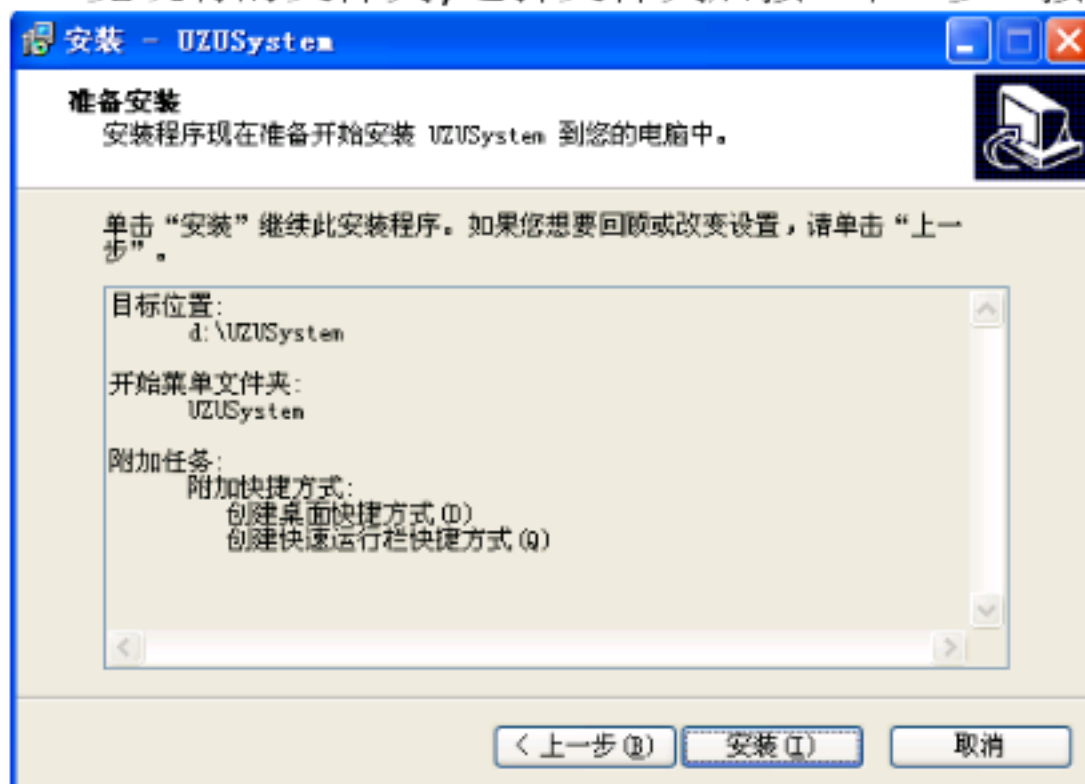

图 18 准备安装界面
5. 在附加任务选择界面有两个快捷方式可供选择，选择创建桌面快捷方式即可在程序安装完后在桌面生成快捷方式，选择创建快速运行栏快捷方式即可在程序安装完后在快速运行栏生成快捷方式，选择后按“下一步”按钮进入准备安装界面如图 18。